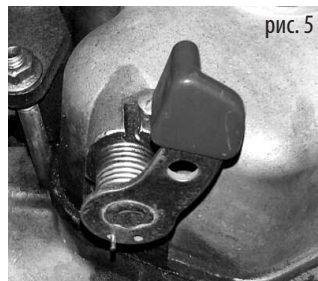

рис. 5
- Снимите резиновую заглушку на верхней крышке генератора, под которой находится рычаг декомпрессора (рис. 5), нажмите рычаг декомпрессора в верхней части головки блока цилиндров для уменьшения давления в цилиндре и облегчения запуска двигателя.